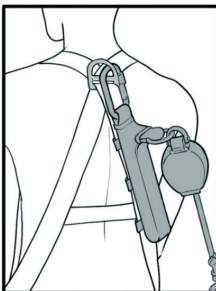

fig.3
3. Installare le chiusure in Velcro sull'apposita sezione delle cinghie dell'imbracatura per tenere in posizione il pacco per l'assorbimento degli urti (fig. 3).